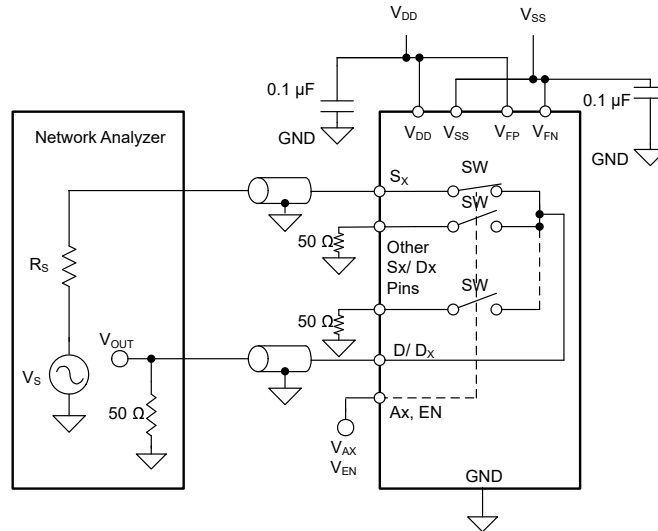

图 6-16. 带宽测量设置
带宽 (BW) 定义为当输入施加到开启通道的源极引脚 (S_x)，并且输出在 TMUX582F-SEP 的漏极引脚 (D) 处测量时衰减小于 3dB 的频率范围。图 6-16 和 方程式 3 展示了用于测量开关带宽的设置。